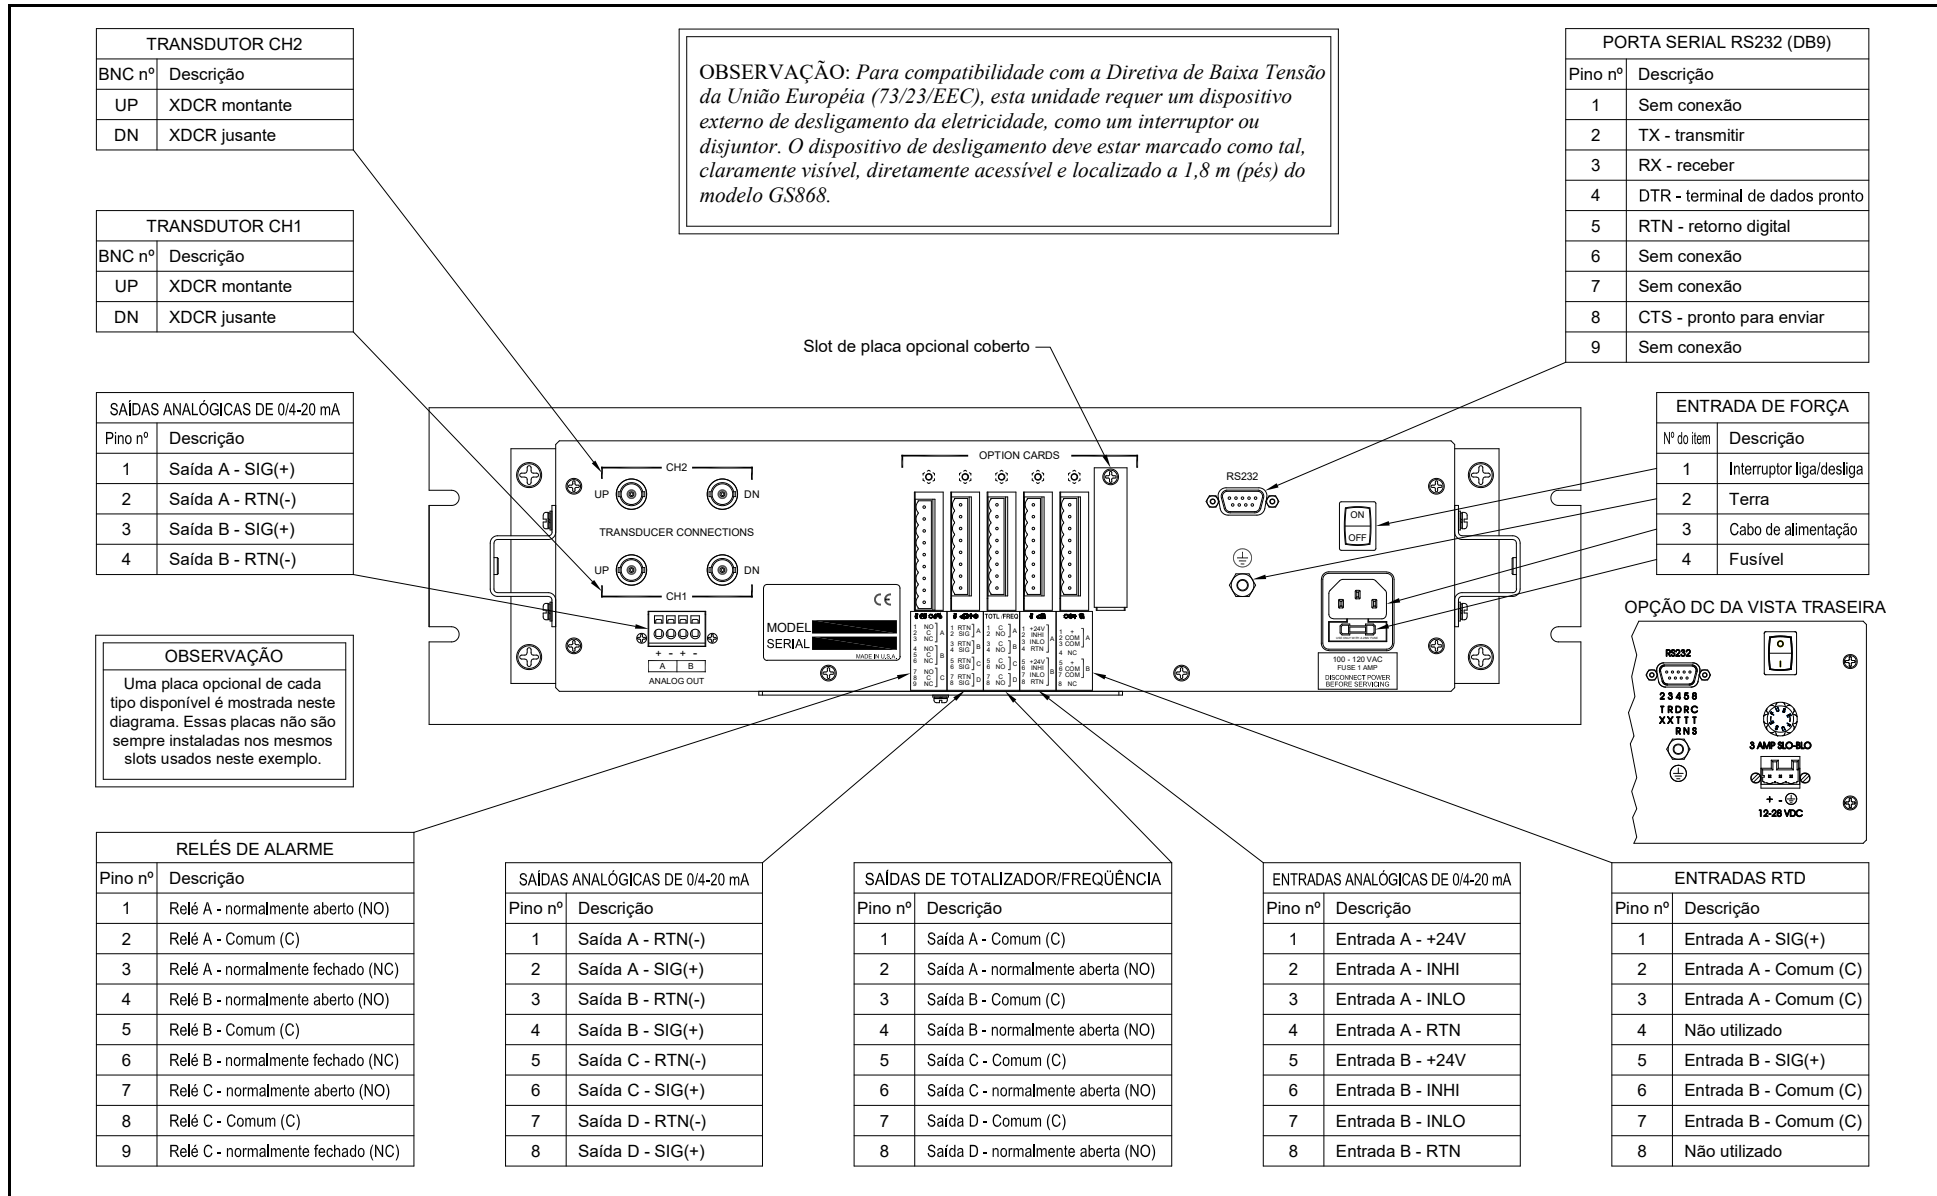

Figura C-2: Gabinete do modelo GF868 tipo rack – diagrama de fiação
O modelo GF868 para rack requer exatamente as mesmas conexões elétricas que a versão padrão. Contudo, os locais e tipo de conectores usados para os componentes são diferentes. Consulte a Figura C-2 na página 43 e execute as seguintes etapas:
- a. Compre ou prepare um cabo serial apropriado. O cabo deve ter um conector DB9 fêmea padrão, cabeado conforme a Figura C-2 na página 43, para conexão com o painel traseiro do modelo GF868. A outra extremidade deve ser a exigida pelo dispositivo externo.
5. Conecte todas as *placas opcionais* instaladas com os mesmos procedimentos descritos no Capítulo 1, *Instalação*, deste manual e as atribuições de números de pinos mostradas na Figura C-2 na página 43.